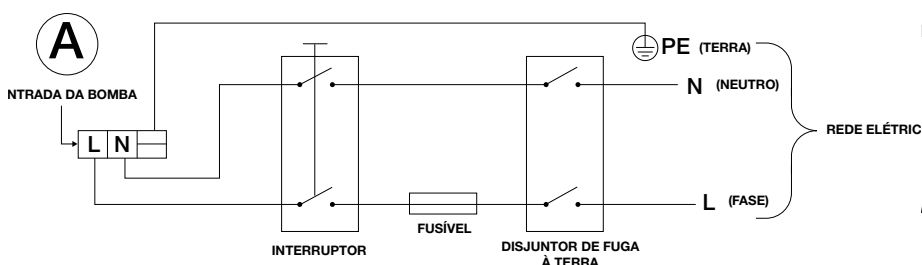
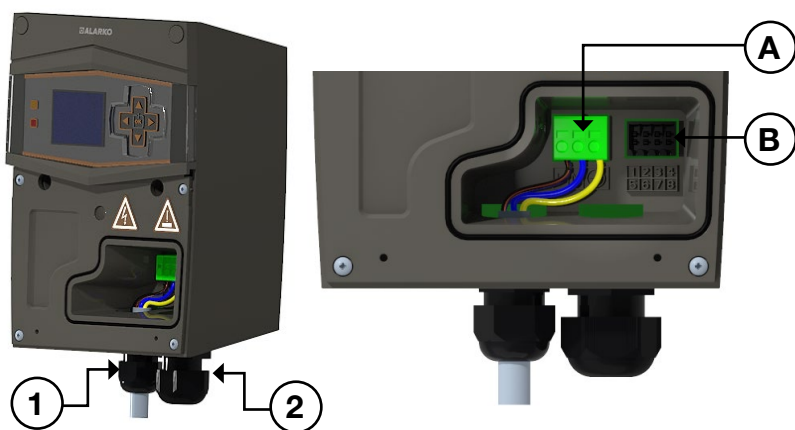

Figura 6.8: Diagrama de conexão elétrica
Figura 6.10: Vista do prensa-cabos
O diagrama de conexão elétrica é dado na Figura 6.8.
5. Puxe o cabo de alimentação através do prensa-cabos nº 1 mostrado na Figura 6.10.
6. Conecte os cabos de alimentação à tomada nomeada como "A" na Figura 6.10 adequadamente, conforme mostrado na Figura 6.8.